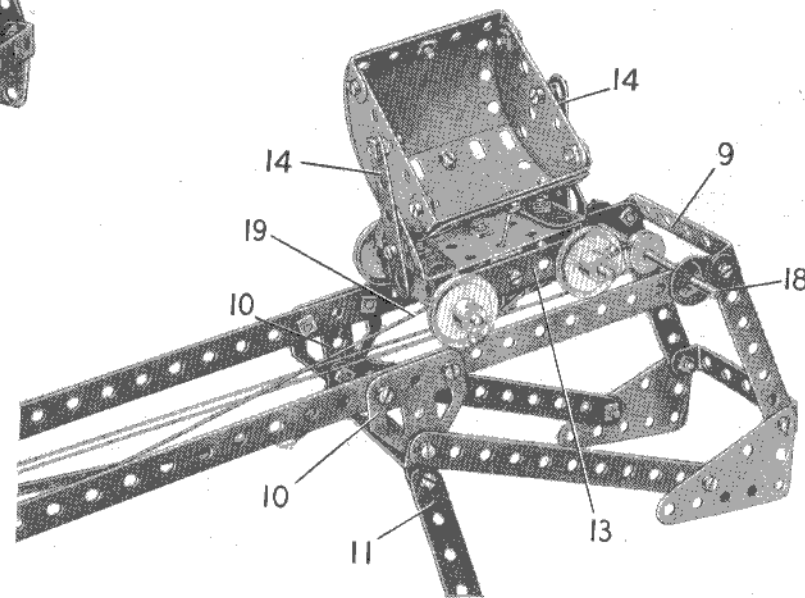

Fig. 4.34b
Une plaque à rebords de 6x4 cm. sert de base au chariot basculant. Une bande de 5 trous (13) est fixée de chaque côté par une bande coudée de 38x12 mm. (fig. 4.34b). Les bandes de 5 trous servent de support à deux tringles de 9 cm. qui portent des poulies de 25 mm. Les extrémités de la benne sont des plaques semi-circulaires réunies par deux bandes coudées de 60x12 mm. Les deux plaques cintrées de 43 mm. de rayon qui forment le fond et les côtés de la benne sont boulonnées sur les bandes coudées.
La corde (19) (fig. 4.34b) commande le déchargement du chariot. Cette corde est attachée à une bande coudée (20) et passe dans un trou de la base du chariot. Elle est reliée à l'un des côtés de la benne. La longueur de cette corde doit être ajustée de façon que la benne bascule quand le chariot atteint l'extrémité des rails.